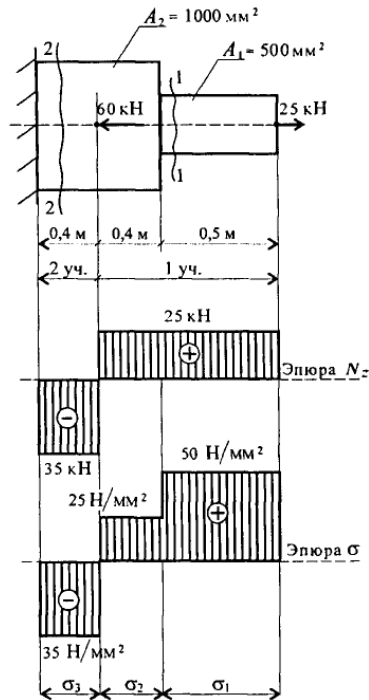

Рис. 21.3
3. Дана схема нагружения и размеры бруса до деформации (рис. 21.3).